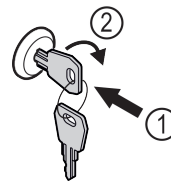

Fig. 132
- ▶ Paina avain lukkoon Fig. 132 (1).
- ▶ Kierrä avainta 90° myötäpäivään Fig. 132 (2).